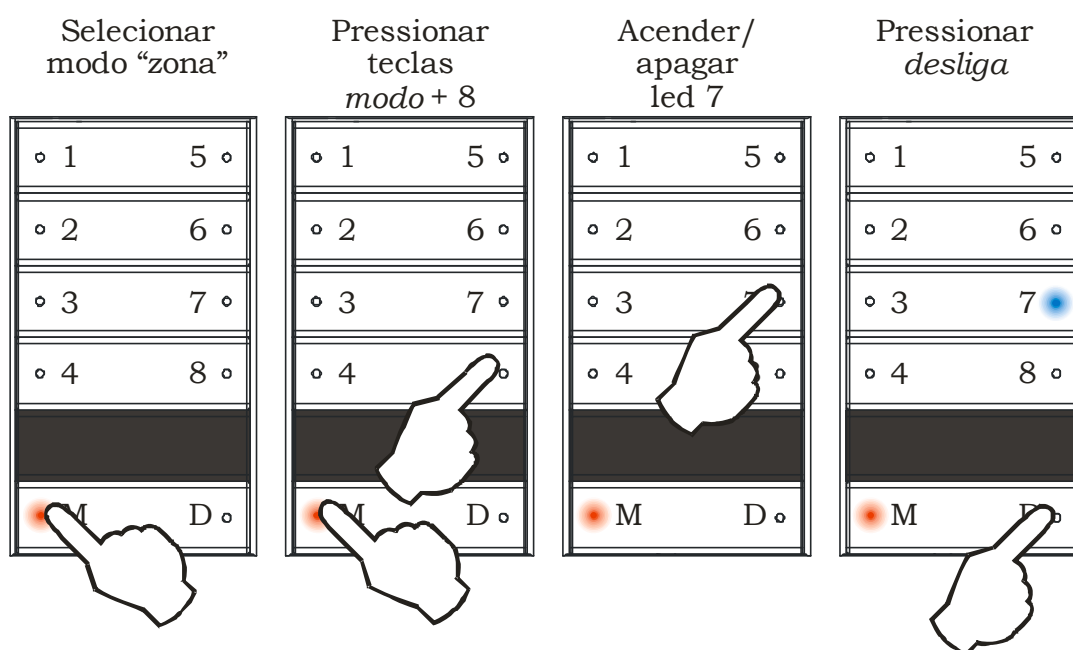

Figura 12 - Bloquear configurações de cenas
- Os led’s de 1 a 5 indicam o endereço do teclado (não altere estes led’s agora). O led 7, por sua vez, indica se as configurações das cenas podem ser alteradas ou não. Se o led estiver aceso, as configurações das cenas estarão bloqueadas (ver Figura 12);